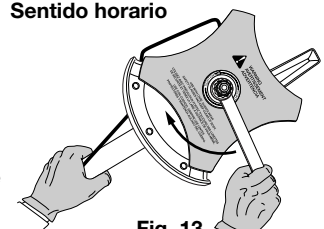

Fig. 13
2. Sostenga la varilla de cierre en su lugar junto al brazo de la unidad (Fig. 13).
3. Mientras sostiene la varilla de cierre, afloje la tuerca de la cuchilla girándola en sentido horario con una llave de casquillo o de boca cerrada de 13 mm (Fig. 13).